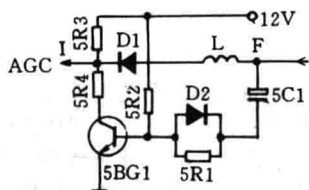

图 1
1. 扼流延时 线圈对交流信号具有阻碍的作用, 可对流通的交流信号进行延时。图 1 是某黑白电视机的抗干扰电路。为了防止干扰信号在二极管 D_1 截止之前通过, 在 F 点与 D_1 之间串联一个 $33\mu H$ 的线圈, 使经过 F 点的信号通过 D_1 之前产生一定的延迟, D_1 在干扰信号到达之前截止, 提高了电路抗干扰的可靠性。